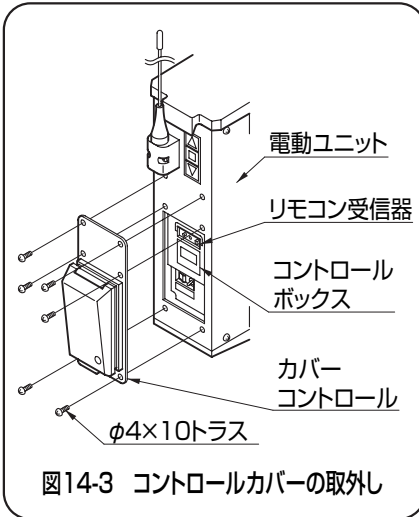

図14-3 コントロールカバーの取外し
- ①コントロールカバーをはずしてください。(図14-3参照)